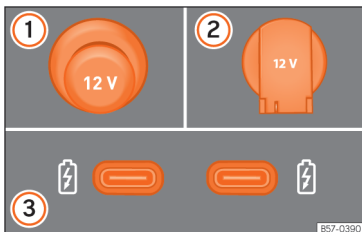

Abb. 155 12-Volt-Steckdosen im Fahrzeug
»» (Abb. 155)
Je nach Ausstattung und Land kann das Fahrzeug auch über USB-Anschlüsse mit **ausschließlicher Lade- oder Steckdosenfunktion** »» (Abb. 155) ③ verfügen.